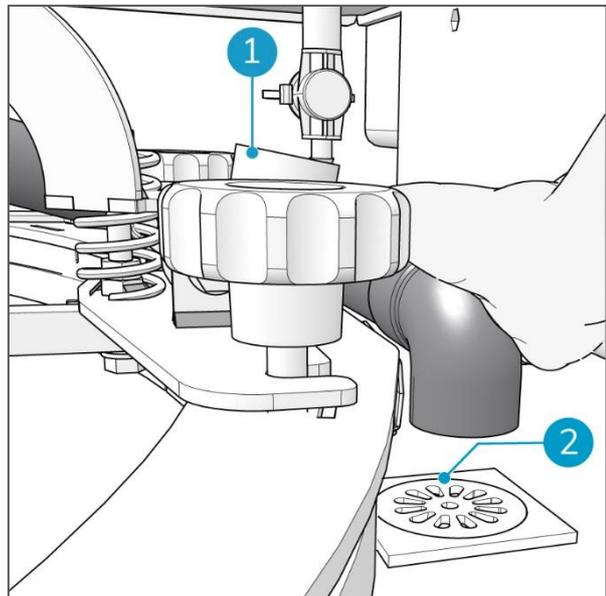

Figure 65
5. Retirez le tuyau d'aspiration du raccord de tuyau de la raclette (Figure 65, pos. 1).
6. Placez l'extrémité du tuyau d'aspiration au-dessus d'un trou d'évacuation d'eau de récupération (Figure 65, pos. 2).
10. Lorsque la conduite d'aspiration est propre, remettez le tuyau d'aspiration sur le raccord de tuyau de la raclette (Figure 65, pos. 1).